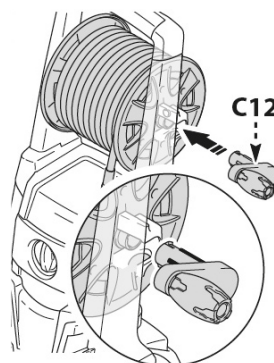

Abb. 5: Montage
Schritt 2: Stecken Sie den Griff (Pos. C12, Abb. 5) bis zum Anschlag an die Aufnahme an der Trommel.